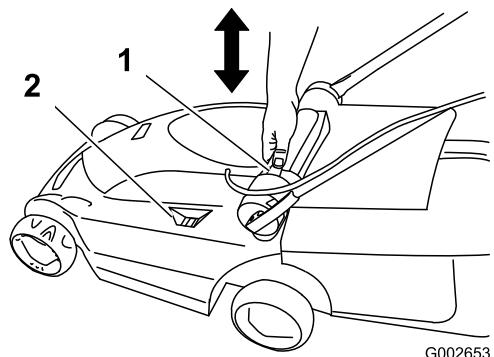

Рисунок 19
- Нажмите большим пальцем кнопку регулировки высоты скашивания и переведите рукоятку установки высоты скашивания вверху или книзу в требуемое положение, имеющееся на указателе высоты скашивания (Рисунок 19).